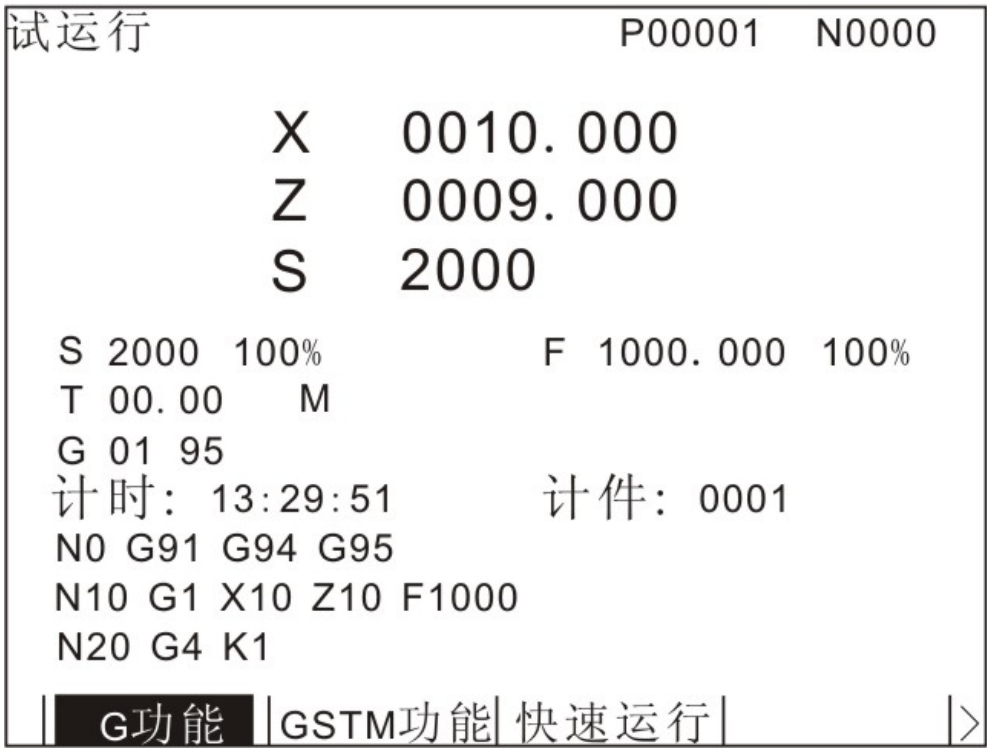

图 2.20 试运行方式
- 1. 按 **试运行** 键进入试运行方式，如图 2.20（默认 G 功能）。